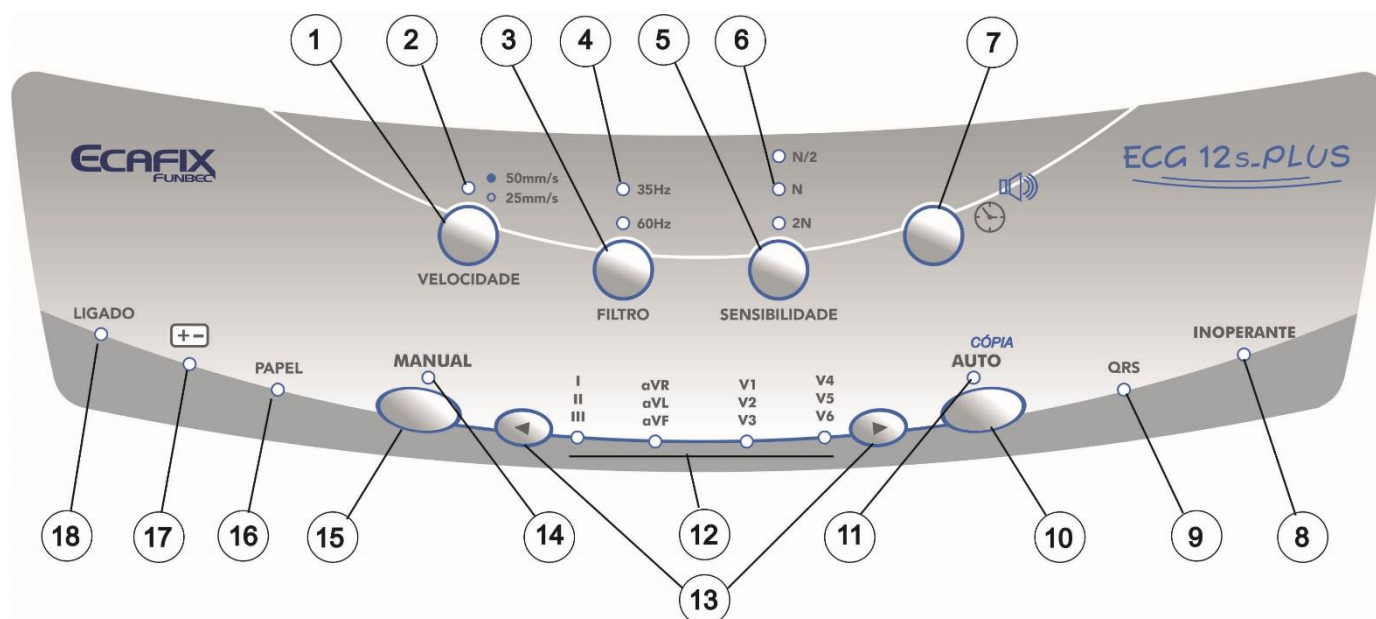

Fig. III.1.1 - Teclado
Ao ligar o equipamento, a luz indicadora de *equipamento* ligado (18 – Fig. III.1.1) acenderá. Acenderão também as luzes “N” e “I, II, III”, indicando o *ganho* e o grupo de *derivações* selecionados. O *equipamento* estará com seus modos de registro desativados, o que é caracterizado pelas luzes MANUAL (14 – Fig. III.1.1) e AUTO (11 – Fig. III.1.1) apagadas. O mecanismo e a cabeça térmica da impressora permanecerão inoperantes.
Para selecionar qual grupo será registrado, utilizar as teclas seta à direita e esquerda (13 - Fig. III.1.1).
- GANHO (SENSIBILIDADE) DA CURVA DE ECG: O ECG 12s possui três *ganhos* de traçado, para selecioná-los sequencialmente em N/2, N e 2N, pressionar a tecla SENSIBILIDADE (5 - Fig. III.1.1);
- VELOCIDADE DE REGISTRO DO ECG: O ECG 12s possui duas velocidades de registro (25 mm/s e 50 mm/s), para selecioná-las pressionar a tecla VELOCIDADE (1 - Fig. III.1.1);
- FILTROS DO SINAL DE ECG: O ECG 12s possui dois *filtros* (35Hz/0,15Hz e 60Hz), o *filtro* de 60 Hz deve ser usado basicamente quando houver uma interferência regular sobre o traçado, causada principalmente por *ruído* de rede elétrica ou falta de aterramento. O *filtro* de 35Hz/0,15Hz deve ser utilizado em casos de tremor muscular do *paciente*, (o sinal aparece com interferências) e/ou instabilidade de linha base. Para ligar ou desligar os *filtros*, pressionar a tecla FILTRO (3 - Fig. III.1.1). A cada toque e sequencialmente eles serão desligados e ligados;
- SINAL SONORO DE DETECÇÃO DE COMPLEXO QRS: O ECG 12s possui um sinal (beep) sonoro para indicar a ocorrência de um complexo QRS. Para ligar ou desligar este sinal, pressionar a tecla CONFIG (7 - Fig. III.1.1).
O modo de registro manual, ativado e desativado pela tecla MAN (15 – Fig. III.1.1), permite o registro em papel térmico, dos sinais referentes ao grupo de *derivações* selecionado. Neste modo, os grupos de *derivações* deverão ser selecionados manualmente, através das teclas seta à direita e esquerda (13 – Fig. III.1.1).
O modo de registro automático, ativado e interrompido pela tecla AUTO (10 – Fig. III.1.1), permite a aquisição simultânea das 12 *derivações* por 4 segundos. Estas informações ficam armazenadas e, serão registradas em papel térmico no formato de quatro grupos de *derivações*, iniciando pelo grupo DI DII DIII e finalizando pelo grupo V4 V5 V6. Neste modo de registro, as teclas seta à direita e esquerda (13 – Fig. III.1.1) não terão função.